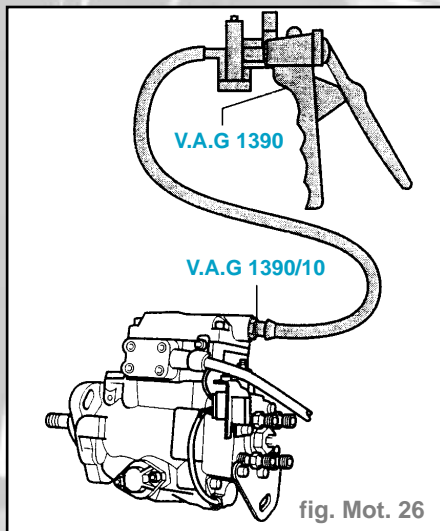

fig. Mot. 26
- Remplir la pompe d'injection de gazole propre en procédant comme suit (fig. mot. 26) :